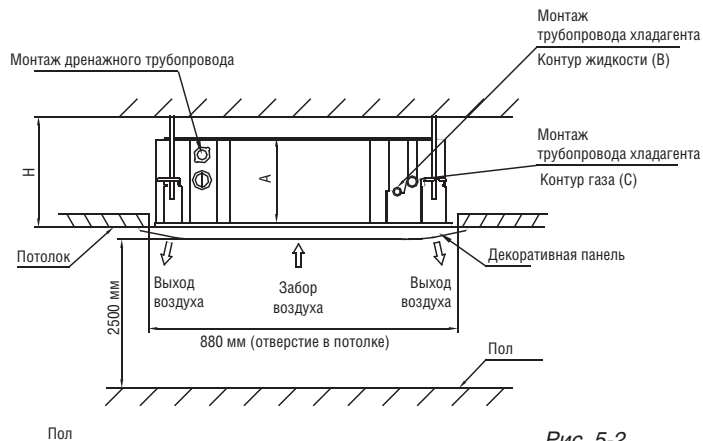

Рис. 5-2
- По форме бумажного установочного шаблона вырежьте в потолке квадратное отверстие 880 x 880 мм. (См. рис.5-2)